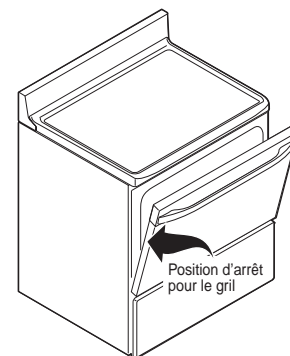

Fig. 5
4. Placez la lèchefrite sur la grille de four. **Laissez la porte du four ouverte jusqu'à la position d'arrêt durant la cuisson au gril** (fig. 5).